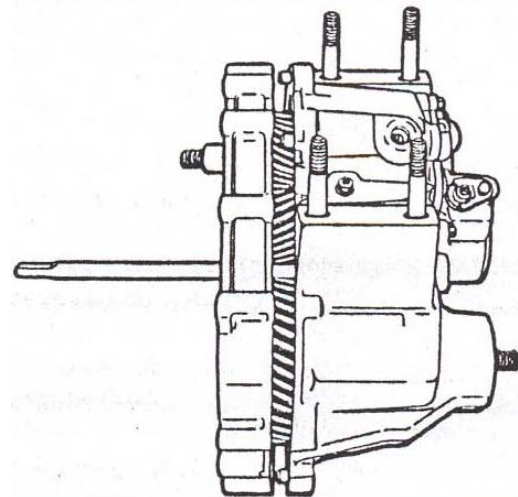

Рис.6.7 Разъединение переднего и заднего картеров
- разъединить передний и задний картеры за специальные приливы заднего картера (см. рис. 6.7);